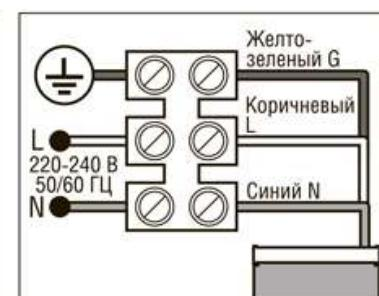

Рисунок 3.
- Подключите питание, согласно приведенной схеме подключения (Рис.3) Убедитесь в отсутствии напряжения в подключаемой сети электропитания. Подключите коричневый провод L к фазному, синий провод N к нейтральному, желто-зеленый  к заземляющему проводу сети. Подайте напряжение питания на светильник.